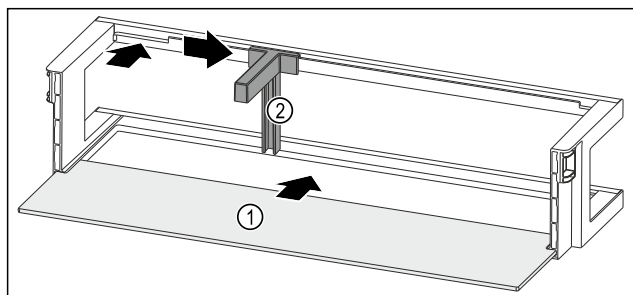

Fig. 92 Raft montat pe ușă cu raft
- ▶ Împingeți în interior raftul Fig. 92 (1) în degajările laterale.
- ▶ Introduceți suportul pentru sticle Fig. 92 (2) în degajare.
- ▶ Împingeți în lateral suportul pentru sticle Fig. 92 (2) în poziția dorită.